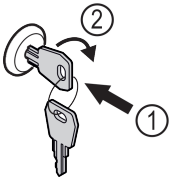

Fig. 174 例图
- ▶ 按入钥匙 Fig. 174 (1)。
- ▶ 将钥匙顺时针转动 90° Fig. 174 (2)。